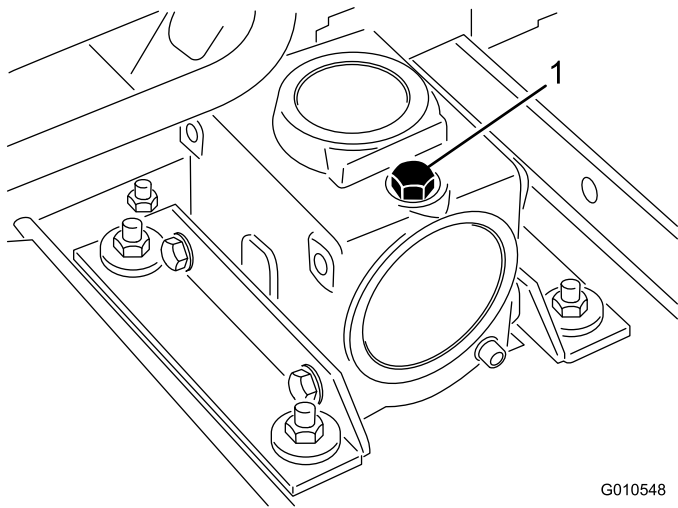

図 16
2. マシンとカッティングユニットを平らな場所に駐車させ、カッティングユニットを降下させる。ギア・ボックスの上部についているディップスティック兼給油プラグ(図 16)を取り、オイルの量が、ディップスティックについている2本のマークの間にあることを確認する。油量が少なければ、SAE 80-90 wt. ギア用潤滑油を 2 本のマークの間まで補給する。代替品として、SAE 80-90 wt. 合成ギア潤滑油を使用することができます。